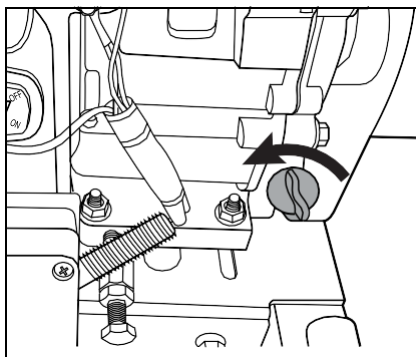

Bild 14
2. Ta av oljelocket (6) och torka av oljesticken med en ren trasa. Kontrollera oljenivån genom att föra ner oljesticken i oljetankens hål, utan att skriva fast den. Lyft sen upp oljesticken igen, se bild 14.